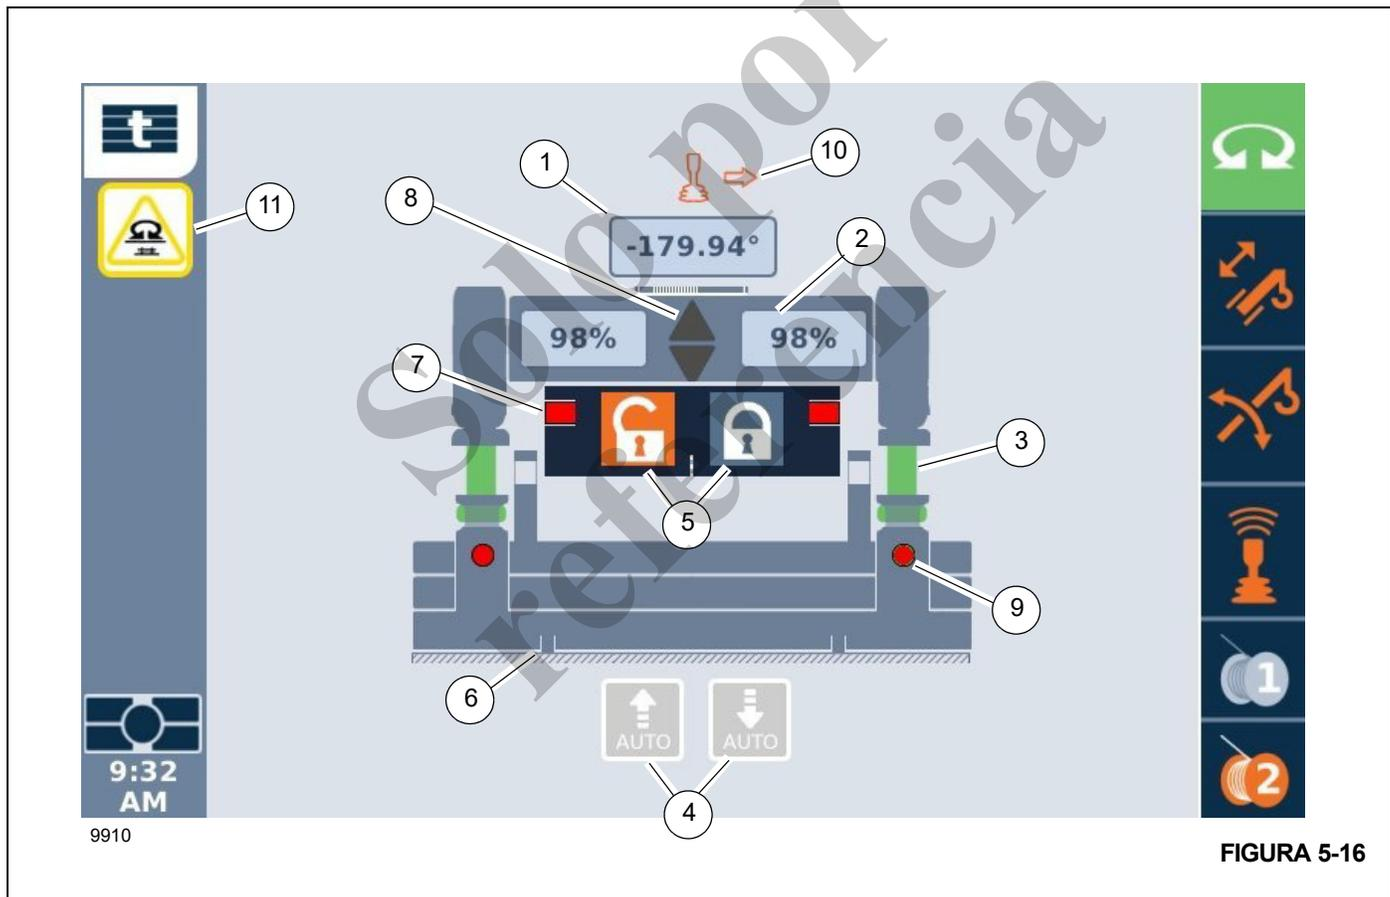

FIGURA 5-16
La Figura 5-16 y la Tabla 5-1 describen los elementos de la pantalla de contrapeso en el ODM.
Cuando el ángulo de giro esté dentro del rango (-176.5°-176.5°), utilice el teclado del ODM o el cuadrante selector para resaltar el icono Auto Up (automático hacia arriba)  o Auto Down (automático hacia abajo)  (4, Figura 5-16) y haga clic en OK (Aceptar) en el teclado del ODM o presione el cuadrante selector para entrar en el modo automático. Para obtener más información, consulte *Descenso del contrapeso sobre el vehículo (modo automático)*, página 5-25 y *Instalación del contrapeso sobre la superestructura (modo automático)*, página 5-27.
**NOTA:** Aparece el icono Swing Caution (Precaución de giro) (11, Figura 5-16) y la velocidad de giro se restringe cuando se retira el contrapeso de la superestructura.